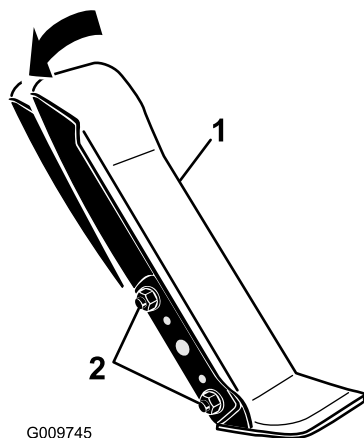

Bild 61
1. Lösen Sie die zwei Muttern und Schrauben, mit denen die linke Seite des Fahrpedals an der Halterung befestigt ist (Bild 61).
2. Drehen Sie das Pedal auf den gewünschten Winkel und ziehen Sie die Muttern an (Bild 61).